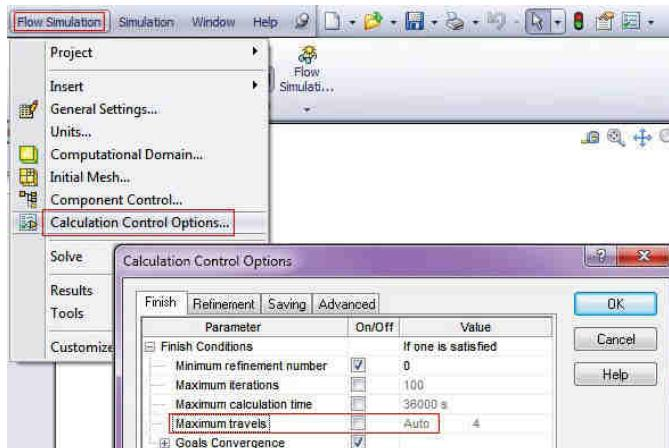

Fig. 16.8
- Click **Flow Simulation** → **Calculation Control Option**; se va dezactiva opțiunea **Maximum travels**, fig. 16.8; dacă această opțiune este activă, calculul ia sfârșit la atingerea numărului maxim impus de treceri ale fluidului prin volumul de control.
- Click **Flow Simulation** → **Calculation Control Option**; the **Maximum travels** option will be deactivated, fig. 16.8; if this option is active, the calculation finishes as soon as the number of travels (flow passes through the computational domain) reaches the specified Maximum travel number.